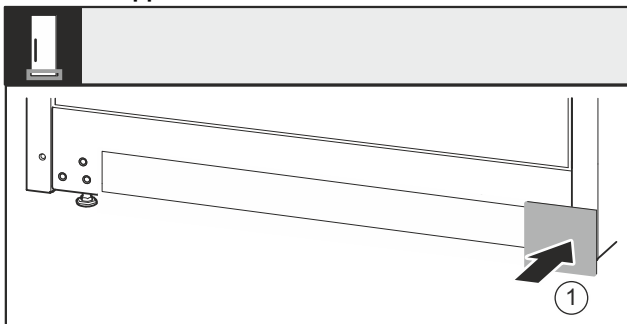

Fig. 39
- Remettre le cache *Fig. 39 (1)* en place de l'autre côté.